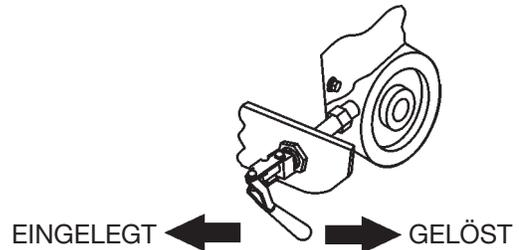

Abb. 30. Radbremse
1. Sicherstellen, dass die Radbremsen **EINGELEGT** sind (Abb. 30).